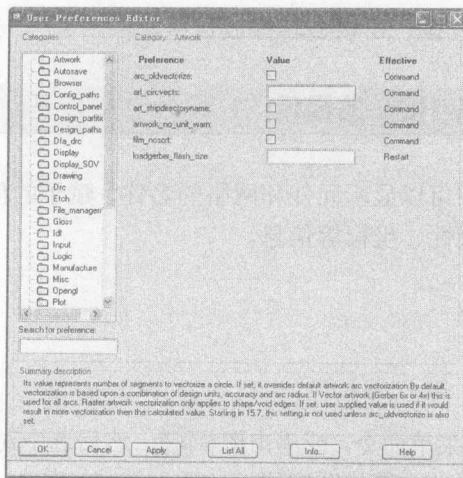

图 1-18 “User Preferences Editor”对话框
(7) 单击 PCB Editor 右边的按钮 **Setup...**，进入“User Preferences Editor”对话框，此对话框用于在图形界面设置 Allegro 的环境变量。如图 1-18 所示。设置完成，单击按钮 **OK**，退出。